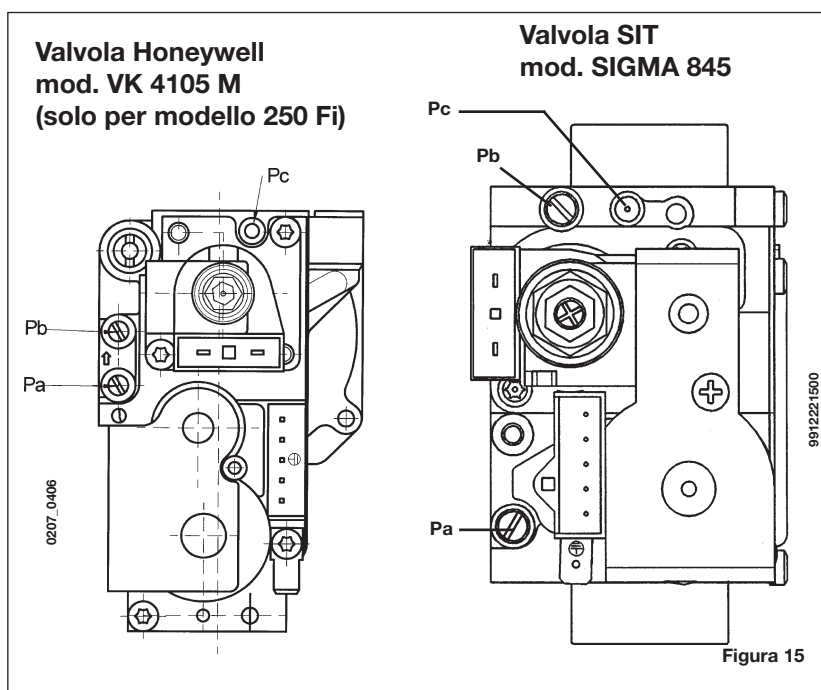

Figura 15
Le modalità di taratura del regolatore di pressione sono leggermente differenti a seconda del tipo di valvola del gas utilizzata (HONEYWELL o SIT vedi figura 15).
- collegare la presa di pressione positiva di un manometro differenziale, possibilmente ad acqua, alla presa di pressione (**Pb**) della valvola del gas (Figura 15). Collegare, solo per i modelli a camera stagna, la presa negativa dello stesso manometro ad un apposito "T" che permetta di collegare insieme la presa di compensazione della caldaia, la presa di compensazione della valvola del gas (**Pc**) ed il manometro stesso. (Una pari misura può essere effettuata collegando il manometro alla presa di pressione (**Pb**) e senza il pannello frontale della camera stagna); Una misura della pressione ai bruciatori effettuata con metodi diversi da quelli descritti potrebbe risultare falsata in quanto non terrebbe conto della depressione creata dal ventilatore nella camera stagna.
- verificare che la pressione dinamica di alimentazione della caldaia, misurata alla presa di pressione (Pa) della valvola del gas (Figura 15) sia quella corretta (**37 mbar** per il gas **propano** o **20 mbar** per il gas **metano**);